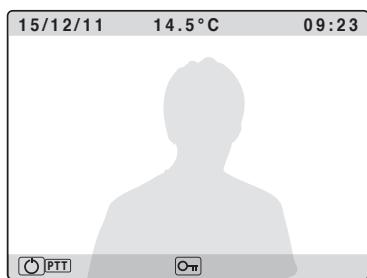

Fig. 14
- Passare dalla modalità vivavoce alla modalità "push to talk" (premi per parlare) tenendo premuto il pulsante  fino a che il relativo LED non inizia a lampeggiare lentamente (**Fig. 14**). Tenere premuto il pulsante  (il LED lampeggia velocemente) per parlare con il visitatore, rilasciare il pulsante (il LED lampeggia lentamente) per ascoltare il visitatore;